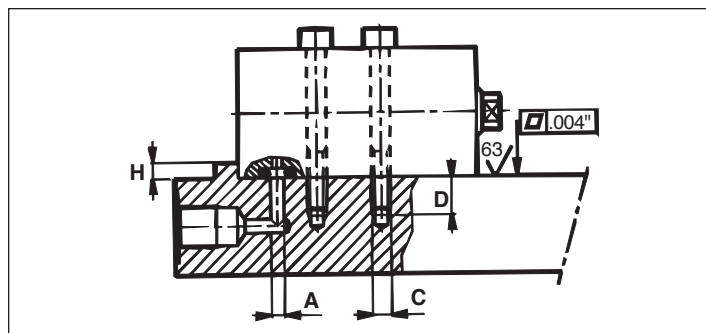

Figura 1. Schema di montaggio del collettore
5.1 Montaggio del collettore: (Figura 1)